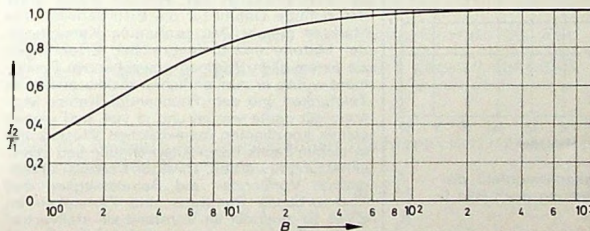

Bild 3. Verhältnis von Ausgangsstrom  $I_2$  zum Eingangsstrom  $I_1$  bei der Schaltung nach Bild 1 in Abhängigkeit von der Stromverstärkung  $B$
Dieser Zusammenhang ist im Bild 3 als Funktion der Stromverstärkung  $B$  grafisch dargestellt. Auch die relative Abweichung von  $I_2$ , bezogen auf  $I_1$ , läßt sich aus Gl. (5) und Gl. (5a) einfach bestimmen